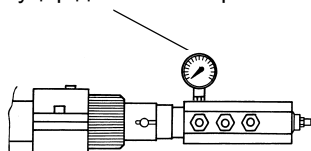
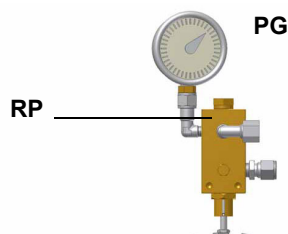

Рис. 11
Рис. 12
- 5 Давление питания форсунки уже отрегулировано заранее на заводе-изготовителе и не должно изменяться. Только в случае необходимости, отрегулировать давление питания (см. соответствующий параграф) следующим образом: установить манометр в положение, указанное на Рис. 11, воздействовать на регулировочный винт **VR** насоса (см. Рис. 12) до получения на форсунке давления в 20бар (форсунки Monarch или форсунки Bergonzo - см. на стр.33-34);